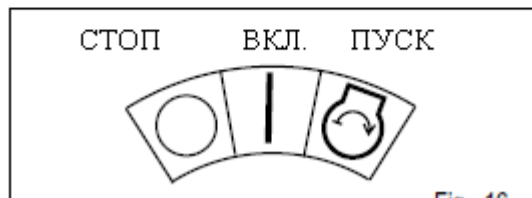

Fig. 16
- Переместите рычаг дросселя вперед, чтобы заглушить двигатель. Если каток оборудован электростартером, поверните ключ в положение СТОП (рис. 16).